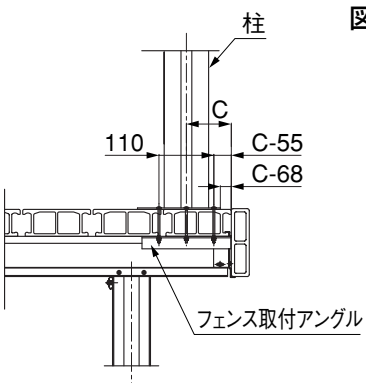
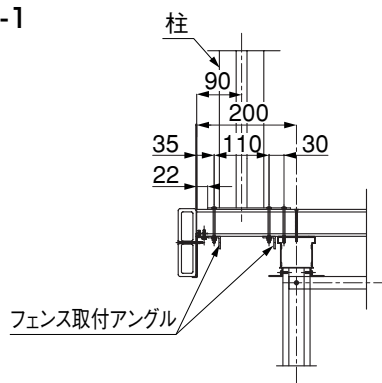

図4-2 (a)矢視図
図4-3 (b)矢視図
- デッキの側面に立てる場合は図4-2、4-4、前面に立てる場合は図4-3、4-5を参照してください。
- 図4-2のC値の最小値は90mmです。
- 図4-2のC値はフェンス取付アングルが手で届く範囲で自由に設定することができます。
② ネジ位置をマーキングしてください。